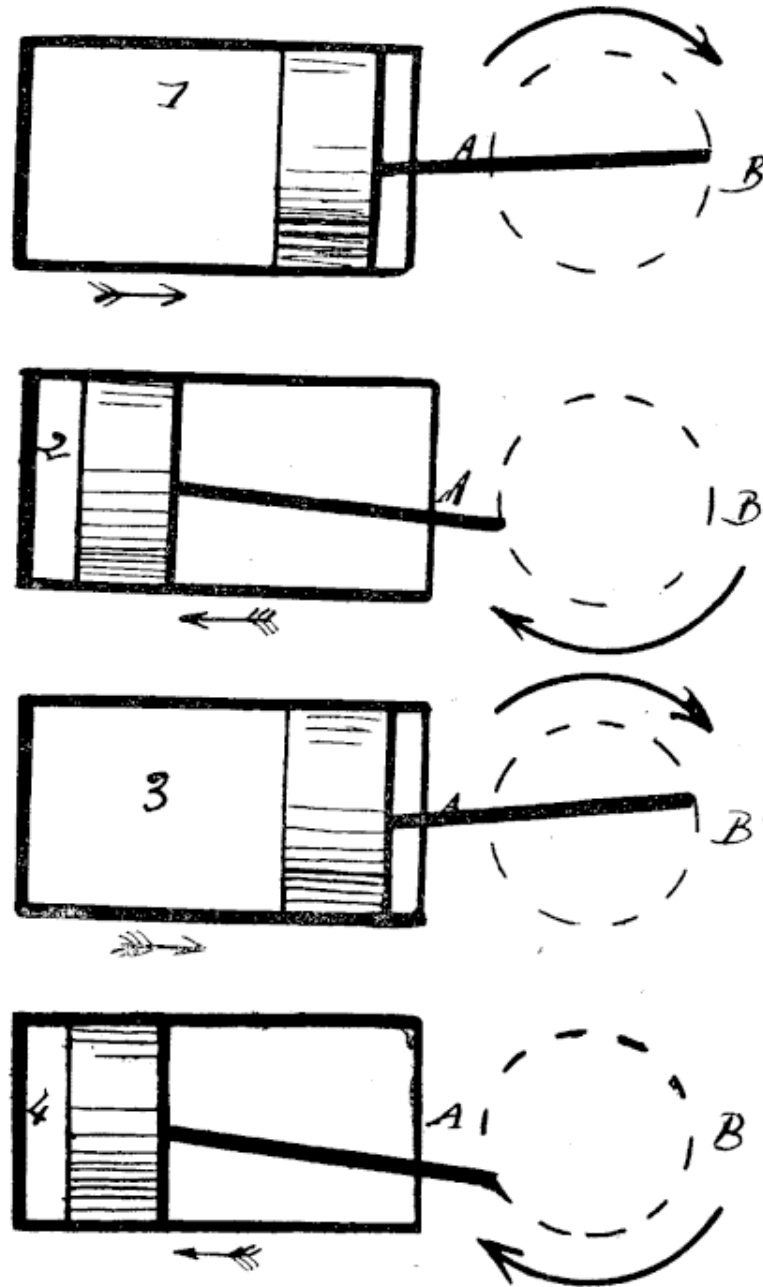

FIG. 68.
Etudions le fonctionnement et, pour cela, considérons un cylindre et son piston, faisons mouvoir le piston dans la course *avant* en envoyant le mélange gazeux dans la cavité ainsi formée (fig. 68, 1) ; puis, étant arrivé à fin de course en B, faisons revenir le piston en arrière (1) : en revenant, il comprimera le gaz et en réduira son volume à celui de la cavité ; à ce moment allumons le mélange, celui-ci fera explosion et brûlera ; sous cette action le piston sera lancé en avant et parcourra une course avant (3) ; arrivé à fin de course en B, il reviendra en arrière (4), en chassant les gaz brûlés précédemment.